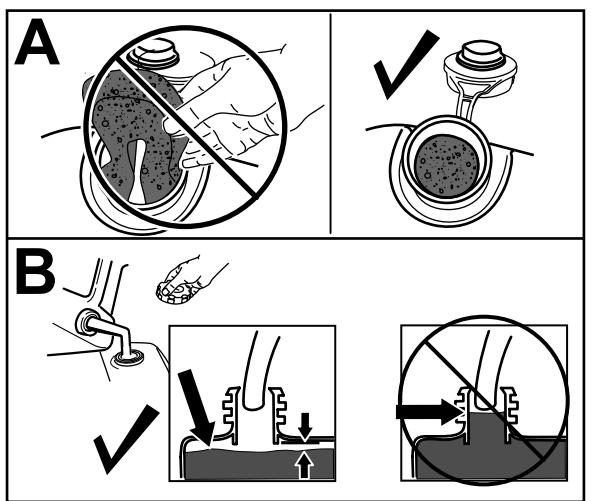

Figura 10
**Importante:** Esta máquina está equipada con un depósito de combustible premium que incorpora un inserto de espuma que impide la agitación del combustible. No retire nunca el elemento de espuma, porque permite que el motor utilice todo el combustible del depósito (Figura 10, A).
**Nota:** No llene el depósito de combustible por encima del borde inferior del cuello del depósito (Figura 10, B).